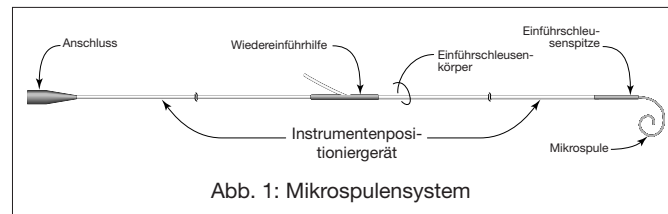

Abb. 1: Mikroschulensystem
- Wie in Abb. 1 dargestellt, besteht das Mikroschulensystem aus einer embolischen Mikroschule, die an einem Instrumentenpositionierdraht (DPU) befestigt ist. Das System wird von einem Einführschulensystem abgedeckt. Mikroschulen gibt es in unterschiedlichen Ausführungen: komplex und spiralförmig. Der Instrumentenpositionierdraht ist ein Schiebegerät, dessen Steifheit verändert werden kann. Er ist drei (3) cm von seinem distalen Ende mit einem Markerband aus Kontrastmittel versehen. Das Einführschulensystem besteht aus drei Hauptkomponenten: eine Einführschleuse, ein durchsichtiger Einführkörper und eine Wiedereinführhilfe.